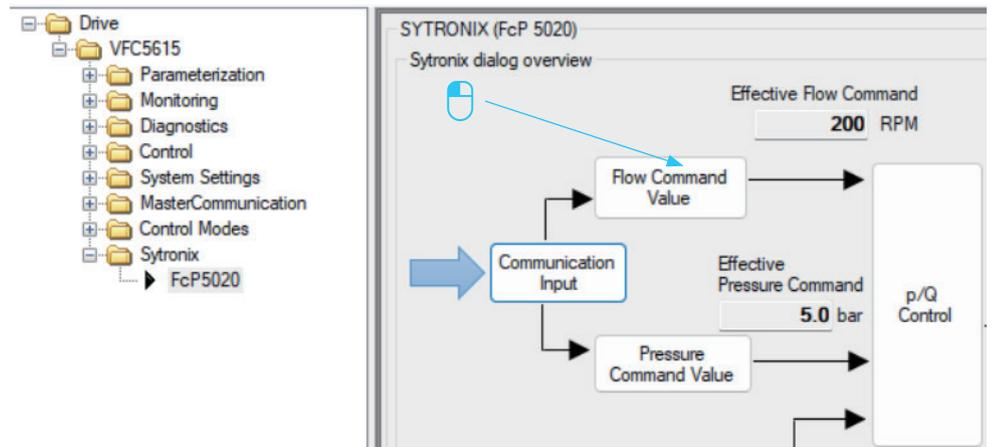

图 31: 模拟量控制流量指令 1/2
1. 按“流量指令”（请参见图 31: 模拟量控制流量指令 1/2）。